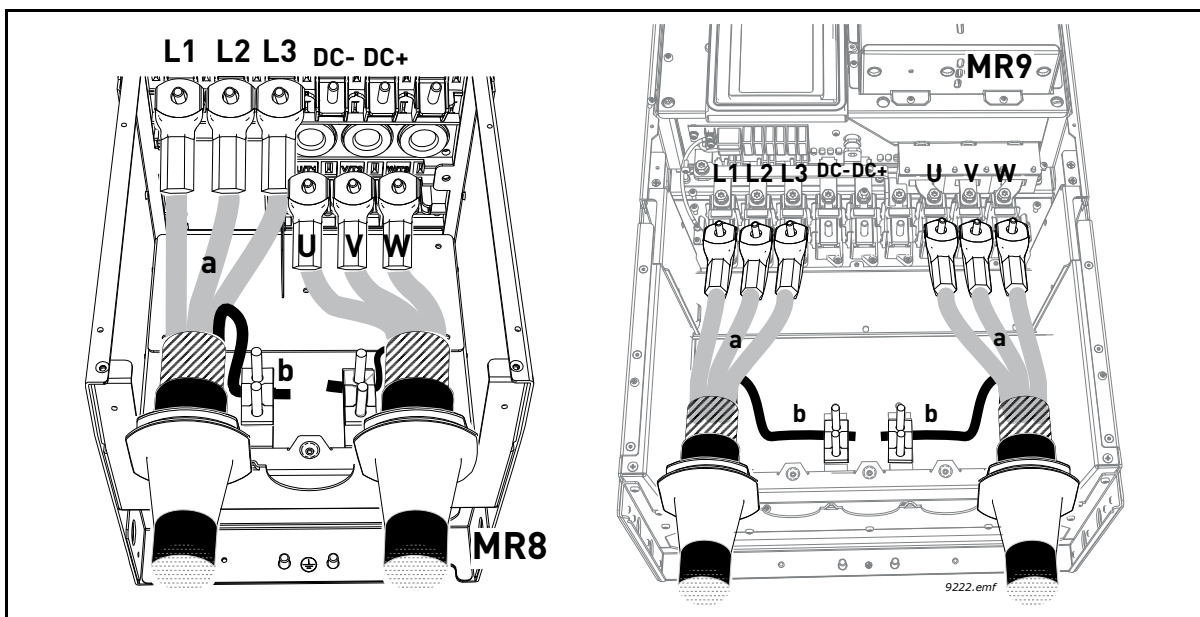

Figura 42.
- Con el resto del blindaje de los cables, cree un “enrollado en espiral” y realice una conexión a masa como se muestra en la Figura 42 (b) utilizando para ello la abrazadera de la bolsa de accesorios.